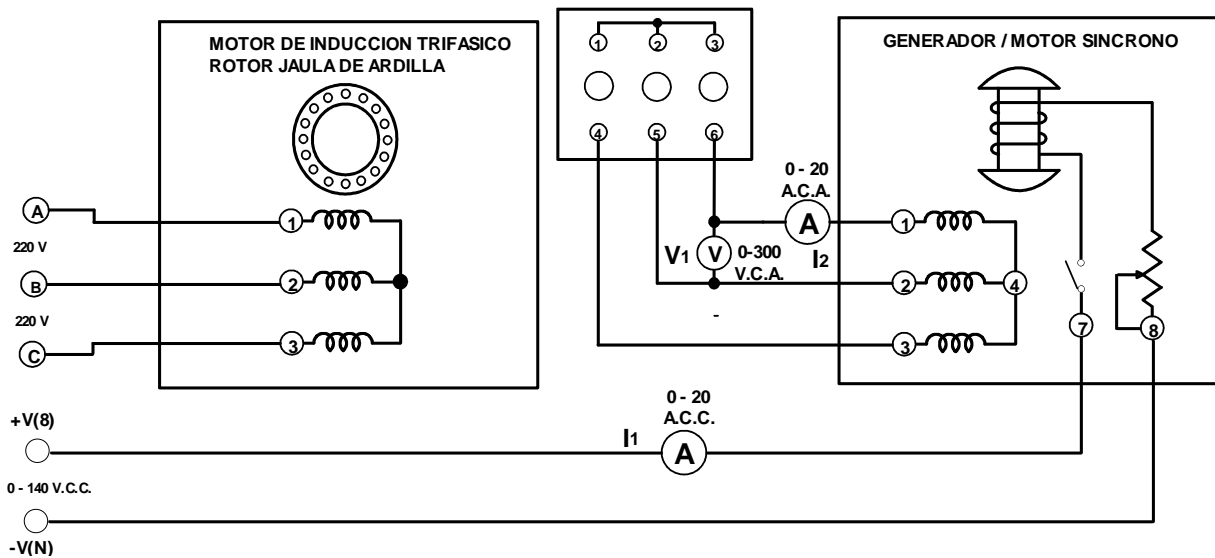

Fig. A1-2
6.- Conecte el circuito que ilustra la figura A1-2, con el interruptor de sincronización, verá que el interruptor está conectado de tal manera que al cerrarlo quedan en corto circuito los devanado del alternador.